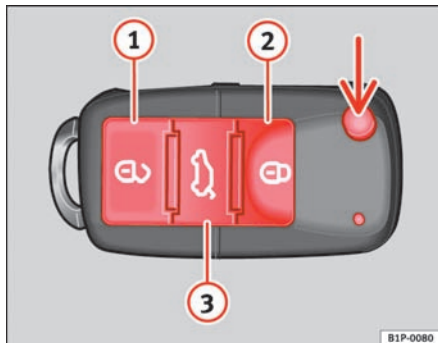

Fig. 63 Knapper på nøglen med fjernbetjening
Med knappen $\Rightarrow$ fig. 63 (pil) på fjernbetjeningen kan du klappe nøglen ud.
Bilen bliver låst op med $\Rightarrow$ fig. 63 ①. Dørene og bagklappen bliver låst op.
Bilen bliver låst med $\Rightarrow$ fig. 63 ②.
Du kan låse bagklappen op ved at trykke på knappen $\Rightarrow$ fig. 63 ③, indtil alle blinklygter på bilen lyser et kort øjeblik. Når du har trykket på oplåsning-knappen $\Rightarrow$ fig. 63 ③, kan du åbne bagklappen inden for 2 minutter. Når denne periode er gået, bliver bagklappen låst igen.
Desuden blinker nøglens batterikontrollampe $\Rightarrow$ fig. 63.
Når du trykker en gang på knappen $\Rightarrow$ fig. 63 ①, bliver førerdøren låst op. Alle andre døre er stadig låst.
- Lås bilen med nøglen med fjernbetjening ⇒ side 96, fig. 63 i førerdørens lås.